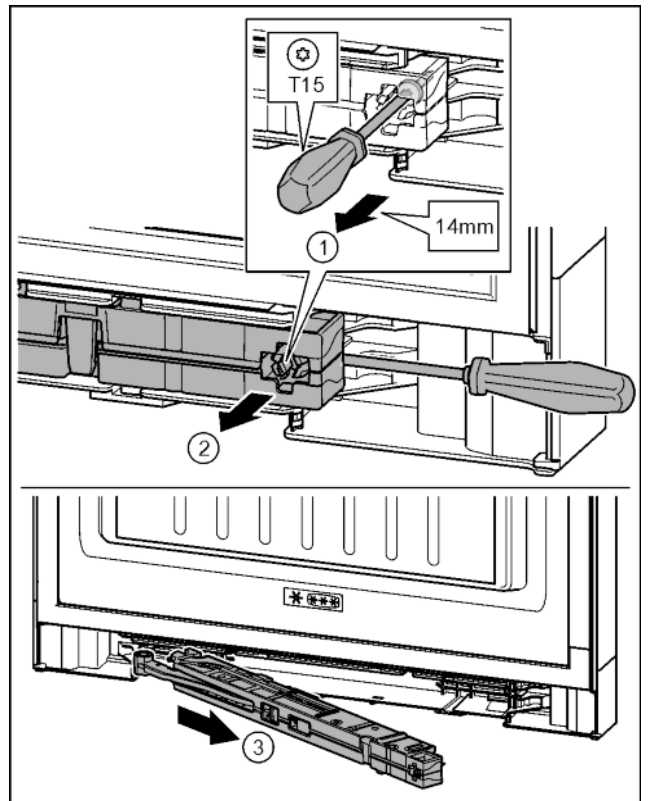

Fig. 17
- ▶ Ослабить винт на узле амортизатора с помощью отвёртки T15 примерно на 14 мм. Fig. 17 (1)
- ▶ Переместить отвёртку со стороны ручки за узел амортизатора. Повернуть узел вперед. Fig. 17 (2)
- ▶ Вытащить узел амортизатора. Fig. 17 (3)